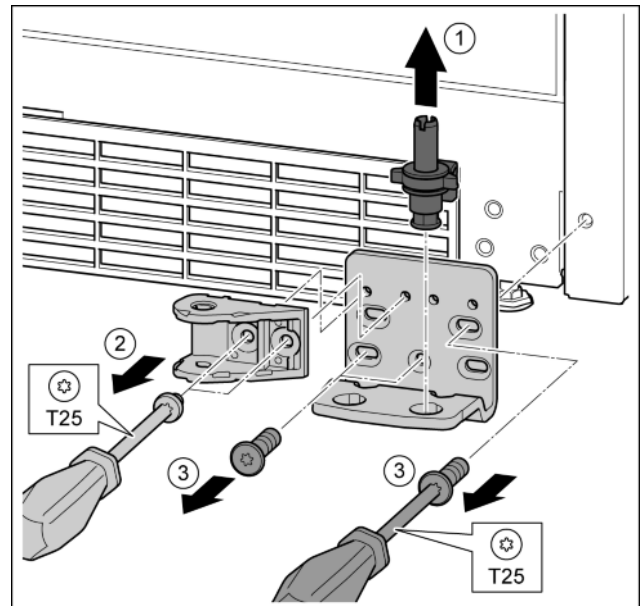

Fig. 29
- ▶ Ložiskový čep celý vytáhněte nahoru. Fig. 29 (1)
- ▶ Vyšroubování šroubů pomocí šroubováku T25 a sejmутí stojanu ložiska Fig. 29 (2)
- ▶ Šroubovákem T25 vyšroubujte šrouby a sejměte stojan ložiska. Fig. 29 (3)